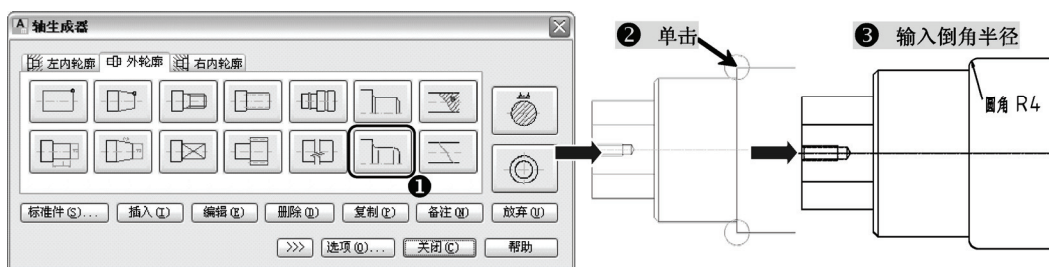

图 11-84 绘制圆角 R4
14) 在上一步返回的“轴生成器”对话框中, 在“外轮廓”选项卡中选择“圆角”工具按钮, 单击选择“Φ80 × 60”轴的左端, 输入倒角半径“4”, 返回到“轴生成器”对话框, 如图 11-84 所示。